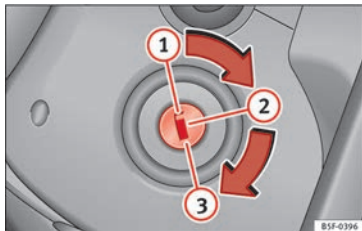

Bild 168 Tändningsnyckelns lägen.
I detta läge är » » bild 168 tändningen och motorn AVSLAGNA och ratten kan bli låst.
- Vrid tändningsnyckeln till läget » bild 168  2. Varningslampan  tänds för motorförvärmning.
- Vrid tändningsnyckeln till läget » bild 168 ①.